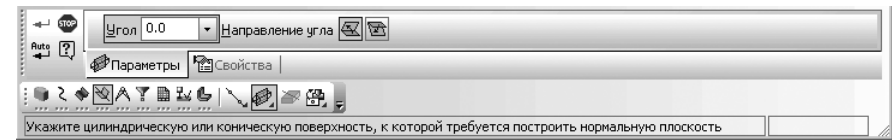

Рис. 8.16. **Панель свойств: Нормальная плоскость, Компактная панель** и строка сообщений
- переместите указатель мыши с нажатой левой кнопкой мыши на кнопку **Нормальная плоскость** и отпустите кнопку мыши. Появится **Панель свойств: Нормальная плоскость**, показанная на рис. 8.16.